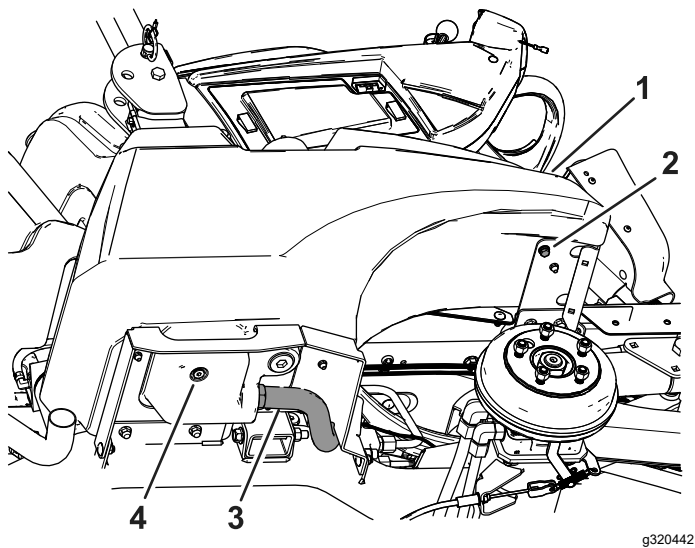

Figure 7
2. Installez le boulon inférieur, le collier de serrage et le flexible, comme montré à la Figure 7.